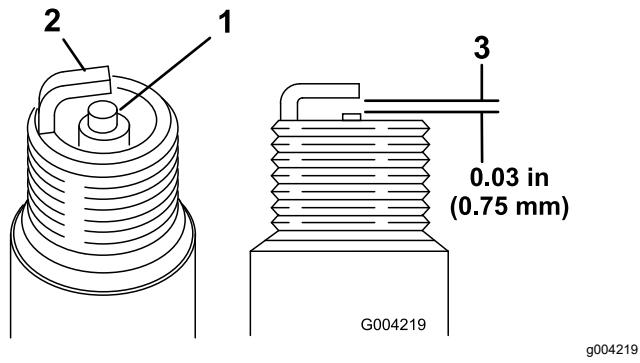

Bild 47
1. Sehen Sie sich die Mitte der Zündkerzen an (Bild 47). Wenn der Kerzenstein hellbraun oder grau ist, ist der Motor richtig eingestellt. Eine schwarze Schicht am Kerzenstein weist normalerweise auf einen schmutzigen Luftfilter hin.
2. Prüfen Sie den Abstand zwischen den mittleren und seitlichen Elektroden (Bild 47).
3. Verbiegen Sie die seitliche Elektrode (Bild 47), wenn der Abstand nicht stimmt.